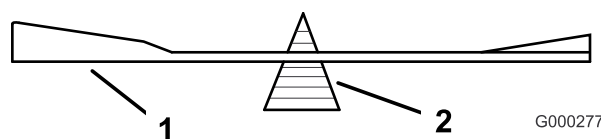
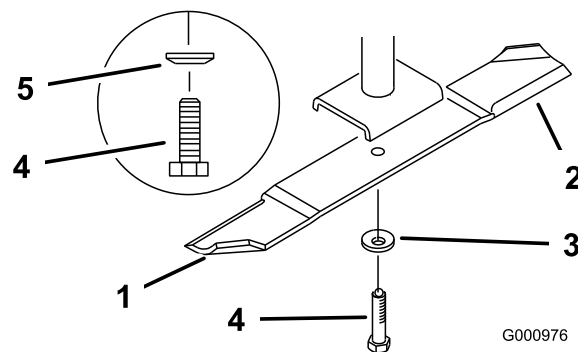

Figura 82
Figura 83
2. Togliete il bullone, il disco elastico e la lama dall'asse del fusello (Figura 83).
2. Controllate l'equilibrio della lama posizionandola su un bilanciatore (Figura 82). Se la lama rimane in posizione orizzontale, è bilanciata e può essere utilizzata. Se la lama non è bilanciata, limate del metallo soltanto dalla costa (Figura 83). Ripetete la procedura finché la lama non è perfettamente bilanciata.
1. Montate la lama sull'asse del fusello (Figura 83).
2. Montate il disco elastico e il bullone della lama. Il cono del disco elastico deve essere rivolto in verso la testa del bullone (Figura 83). Serrate il bullone della lama a 115–149 Nm.